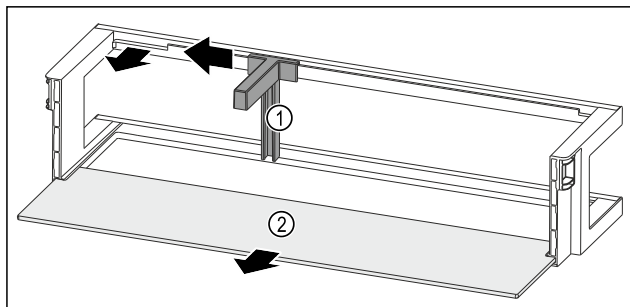

Fig. 138 Balconcino controporta con fermabottiglie e ripiano
- Spingere il fermabottiglie Fig. 138 (1) lateralmente fino all'incavo.
- Rimuovere il fermabottiglie Fig. 138 (1).
- Rimuovere il ripiano Fig. 138 (2).